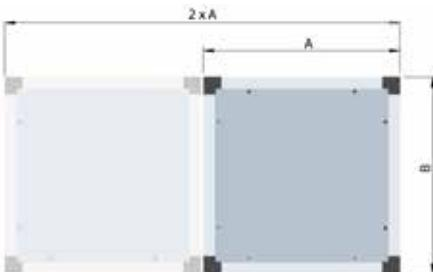

Bild 10: MUB Montagevoraussetzung (Rückseite)
- Beim aufstellen der MUB/T muss sichergestellt sein, dass genügend Platz für die Installation des Gerätes zur Verfügung steht (Wichtig auf der Motorseite wegen einem Motor-/Laufradwechsel, siehe Bild 10).